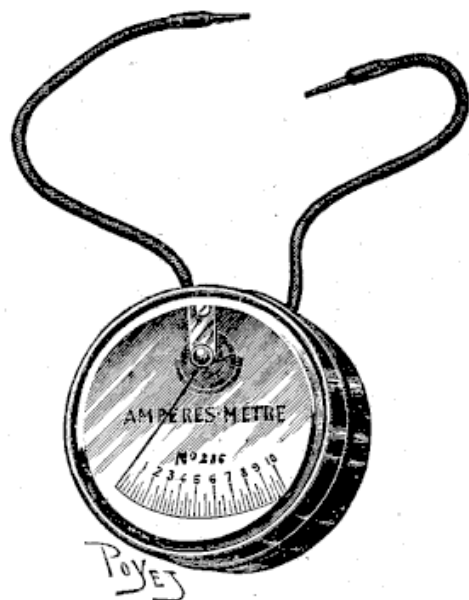

Fig. 93
Si vous n'avez trouvé aucune rupture dans les fils, concluez que les piles ne débitent pas. Vous constaterez leur débit à l'aide de *l'ampèremètre* (fig. 93). Les pôles de cet instrument étant mis en contact avec ceux des piles, l'aiguille doit indiquer au minimum 2 1/2. Au-dessous, le débit est insuffisant. Les piles neuves marquent généralement 5 et 6 ampères (1).
(1) Cet incident ne se produit évidemment pas lors d'une deuxième sortie, les piles pouvant normalement fournir jusqu'à 6,000 kilomètres, mais le cas est généralisé. — La différence de potentiel des *accumulateurs* est constatée à l'aide d'un *voltmètre*. Il ne faut jamais se servir d'un *voltmètre* pour mesurer les piles.